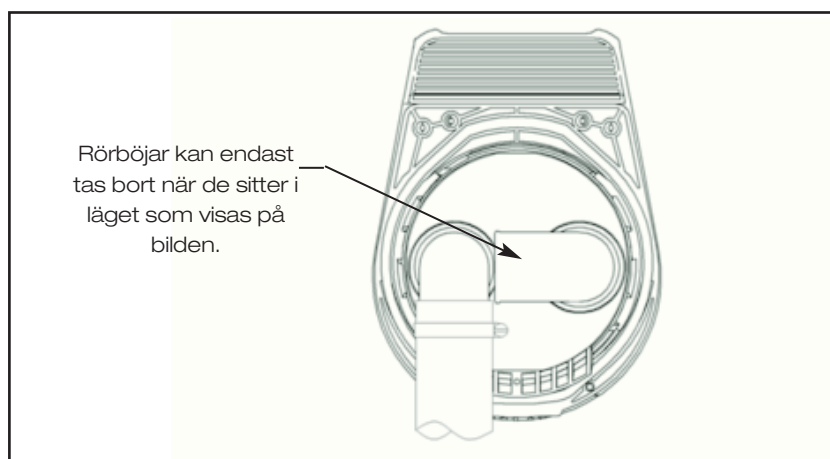

Fig.8 Urkopplingsläge för rörböj
3. Rörböjarna kan tas bort och slangar sättas fast innan installationen genom att vrida rörböjarna till ett läge där ut/inloppsböjen pekar mot den andra rörböjen och sedan dra utåt. Se fig. 8.
3. Ta bort krökarna från öppningarna enligt fig. 8.